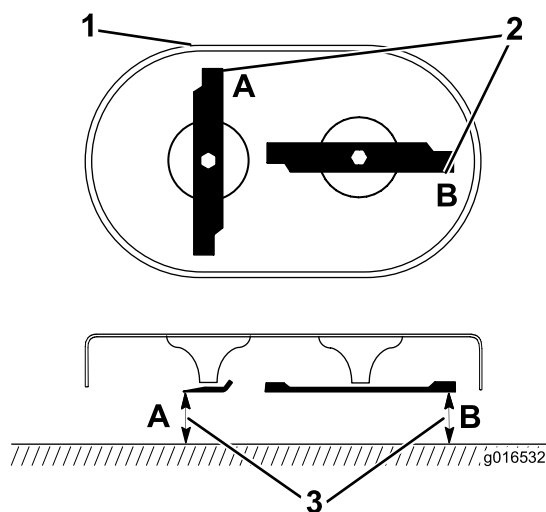

Figura 37
1. Gire las cuchillas hasta que estén posicionadas según se muestra en Figura 37.
2. Mida desde una superficie nivelada hasta los filos de corte, en las posiciones A y B (Figura 37) y anote las dimensiones.